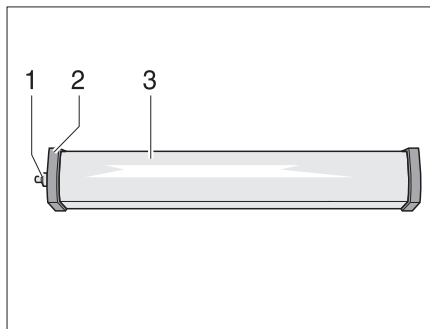

Fig. 253 Lampe de cellule
- Dévisser le cache (Fig. 253,1).
- Retirer le couvercle (Fig. 253,2).
- Enfoncer légèrement le couvercle de la lampe (Fig. 253,3) et le retirer.